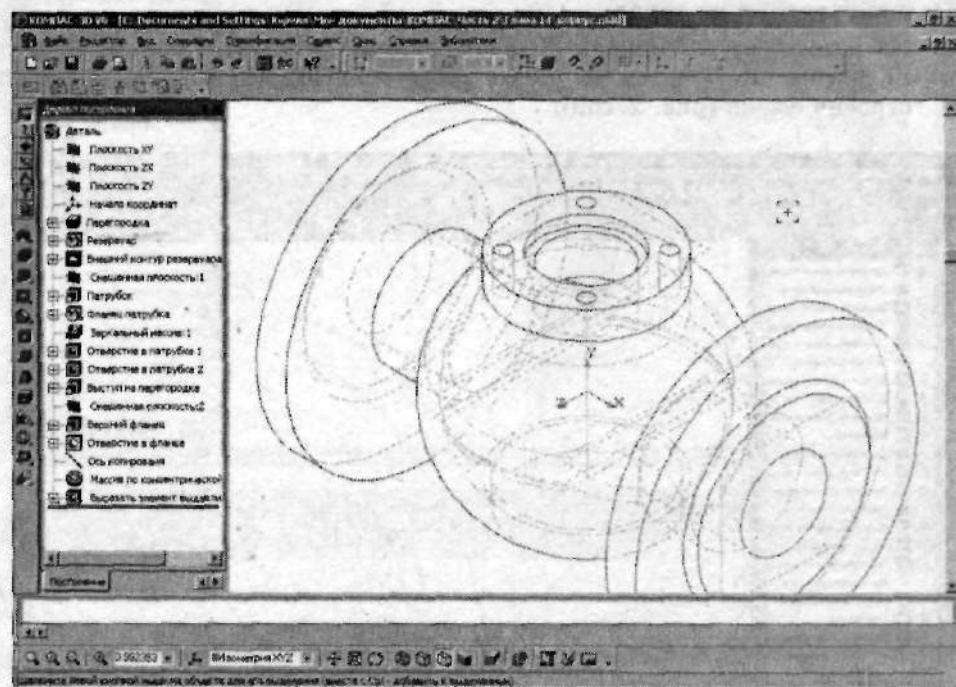

Рис. 2.167. Поясок на фланце создан
32. Щелкните по кнопке  (Создать объект). Результат выполнения операции показан на рис. 2.167.